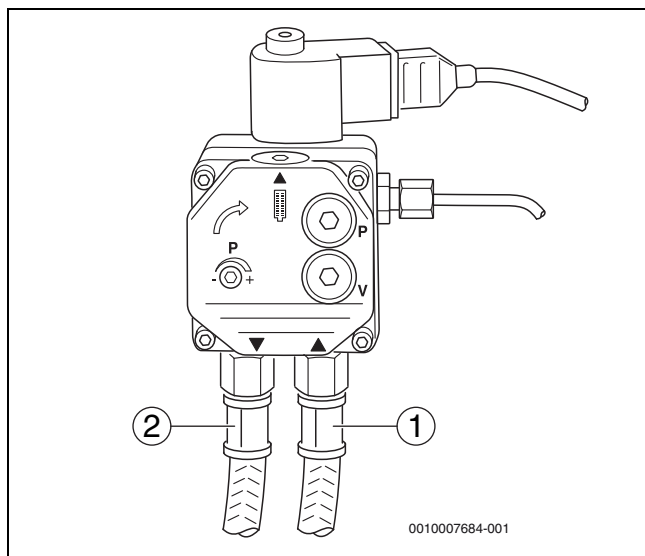

Fig. 16 Pompa gasolio – Danfoss
- Fare attenzione a non scambiare la tubazione di aspirazione del gasolio e il tubo di ritorno quando si collega il dispositivo di alimentazione del gasolio (→ fig. 16 e 17).